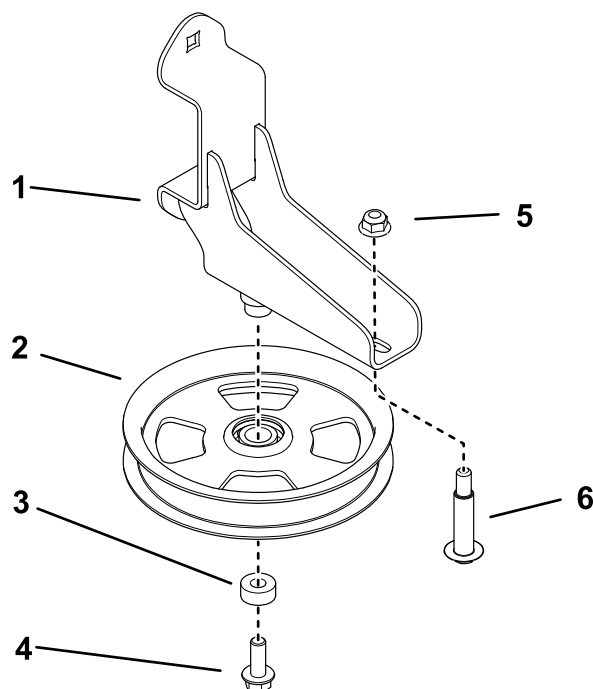

Figura 5
1. Sujete la polea tensora al soporte de montaje usando el perno de cabeza hexagonal con arandela prensada y el espaciador (**Figura 5**). Apriete el perno a 37–45 N·m (27–33 pies-libra).
2. Instale el perno de cuello largo en el soporte de montaje usando una tuerca (Figura 5). Apriete el perno a 37–45 N·m (27–33 pies-libra).